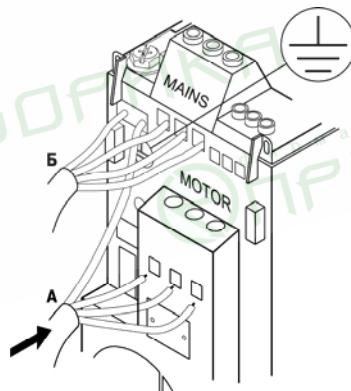

Рисунок 5.1 – Подключение электродвигателя (кабель А, клеммы «Motor») и сетевых проводов (кабель Б, клеммы «Mains»)
5.2.2.1 При подключении к прибору сети питания следует сначала подключить заземляющий кабель, затем присоединить провода к клеммам 13 (L1/L), 14 (L2) и 15 (L3/N) клеммной колодки, расположенной на нижней поверхности прибора, и затянуть клеммы (см. рисунок 5.1).
5.2.3.4 При подключении к прибору двигателя следует сначала подключить заzemляющий кабель, затем присоединить провода к клеммам 13 (L1/L), 14 (L2) и 15 (L3/N) клеммной колодки, расположенной на нижней поверхности прибора (по схеме «звезда» или «треугольник»), и затянуть клеммы (см. рисунок 5.1).